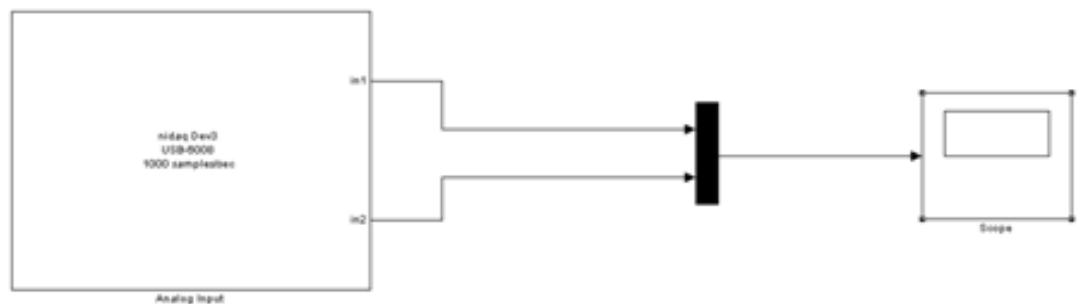

Figura 2.
4. Adicionar el Scope, el multiplexor (si se quiere ingresar más de una señal) y conectar los bloques (ver Figura 2.)